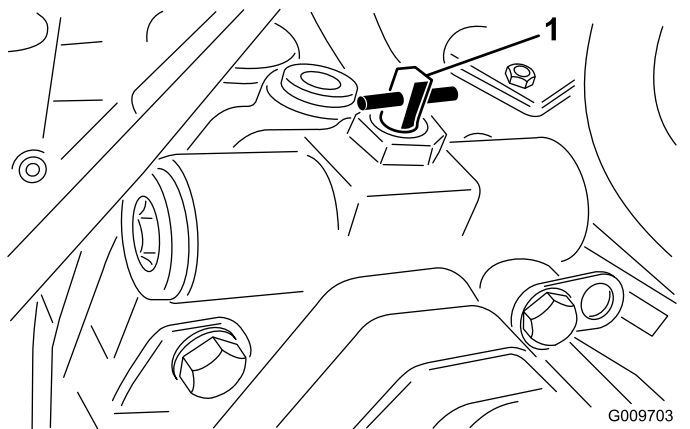

図 43
3. バイパスバルブを右または左に90°回転4分の1回転させるとバルブが開いて内部でバイパスが形成される 図 43。
2. バイパスバルブを右または左に90°回転¼分の1回転させるとバルブが開いて内部でバイパスが形成される **図 43**。